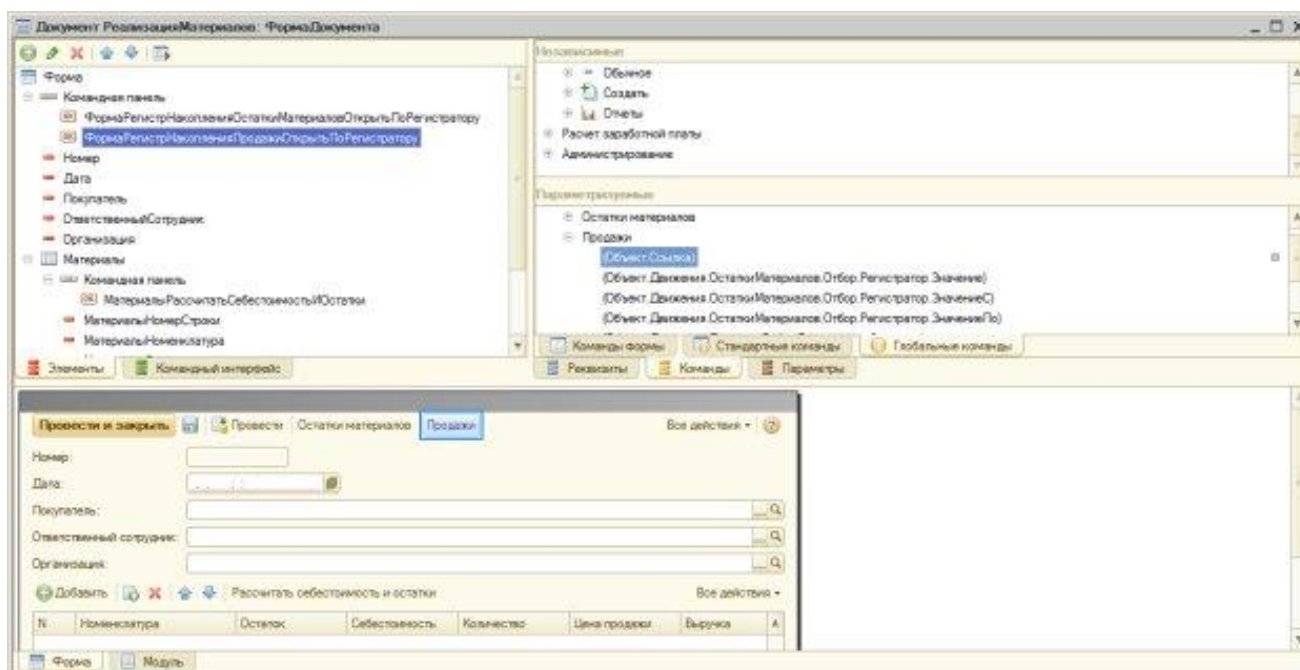

Рисунок 17.1- Кнопки перехода в регистры накопления на командной панели формы
1. Доработаем форму документа **РеализацияМатериалов**. Документ проводится по двум регистрам накопления – по регистру **Продажи** и по регистру **ОстаткиМатериалов**. Удобно было бы иметь возможность прямо из документа перейти в окно регистра и просмотреть его содержимое после проведения документа. Для того, чтобы реализовать это, нам понадобится закладка **Глобальные команды** закладки **Команды** окна редактора форм. Все, что нужно для размещения на командной панели формы дополнительных кнопок, ведущих к регистрам – перетащить нужную команду на панель, рисунок 17.1.